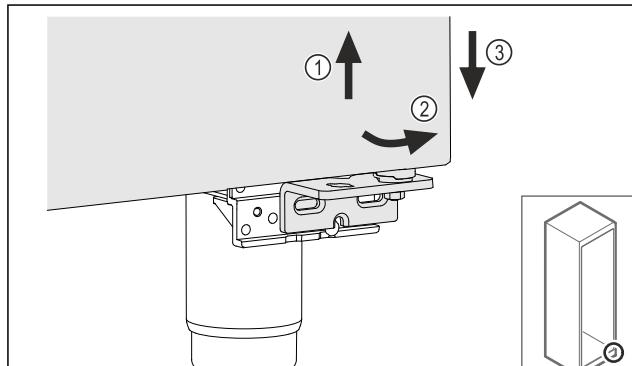

Fig. 24
- Nadvihnite zľahka dvere Fig. 24 (1), dole ich preklopte dopredu Fig. 24 (2) a spustite dolu Fig. 24 (3).